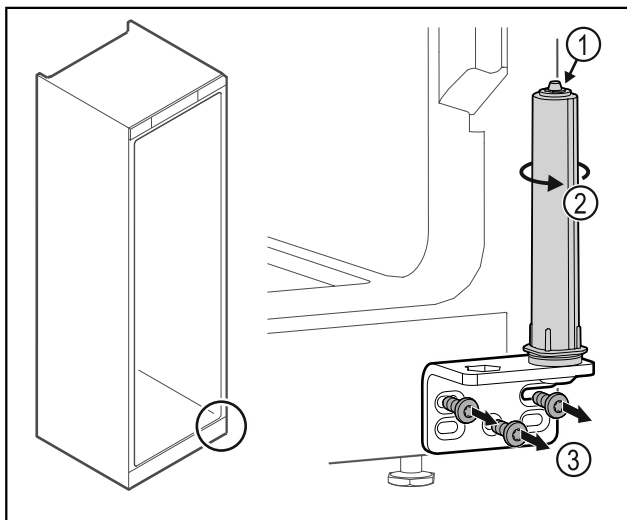

Fig. 33
- ▶ Ne razstavite sistema za zaklepanje vrat Fig. 33 (1).
- ▶ Obrčajte zaporni sistem Fig. 33 (2), dokler ne klikne.
- ▶ Odvijte kotnik tečaja vrat Fig. 33 (3).